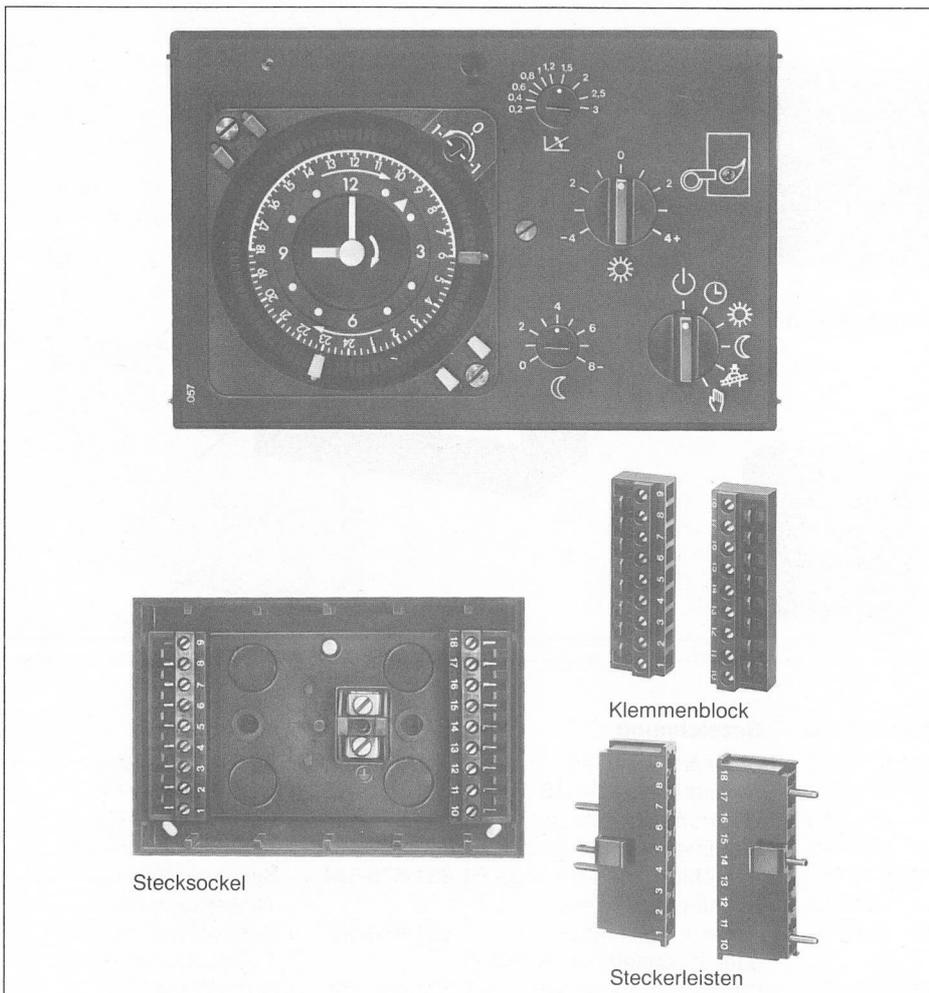

Bild 10 Zentralgerät ZBP mit Grundplatte für Wandmontage bzw. mit 2 Steckerleisten oder mit Klemmenblock für Fronteinbau
3.5 Zentralgerät ZBP (Bild 10)